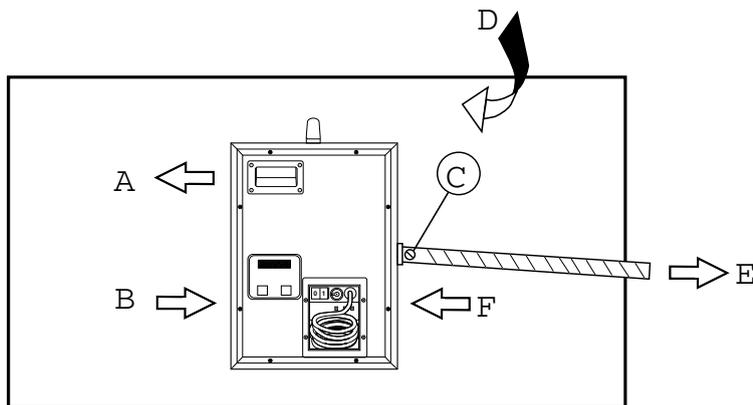
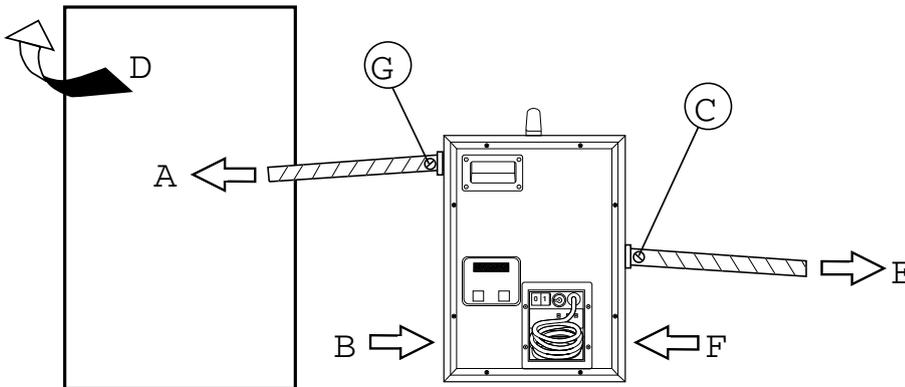

Рисунок 3.2 Установка в системе с закрытой циркуляцией
Рисунок 3.3 Установка в системе с открытой циркуляцией
- Для поддержания правильного расхода воздуха реактивации необходимо установить воздушную заслонку. Заслонка устанавливается в воздуховоде выпуска влажного воздуха, см. *Рисунок 3.2* и *Рисунок 3.3*. Инструкции по регулировке расхода приведены в разделе *4.5, Регулировка температуры воздуха реактивации*.
Осушитель устанавливается внутри осушаемого помещения. Влажный воздух выводится наружу по воздуховоду. Выход сухого воздуха остается открытым, см. *Рисунок 3.2*. Преимущество этой схемы в простоте и отсутствии воздуховода сухого воздуха.
Осушитель устанавливается вне осушаемого помещения. Сухой воздух подается в осушаемое помещение по воздуховоду, а влажный воздух выбрасывается вблизи аппарата или выводится наружу, см. *Рисунок 3.3*.